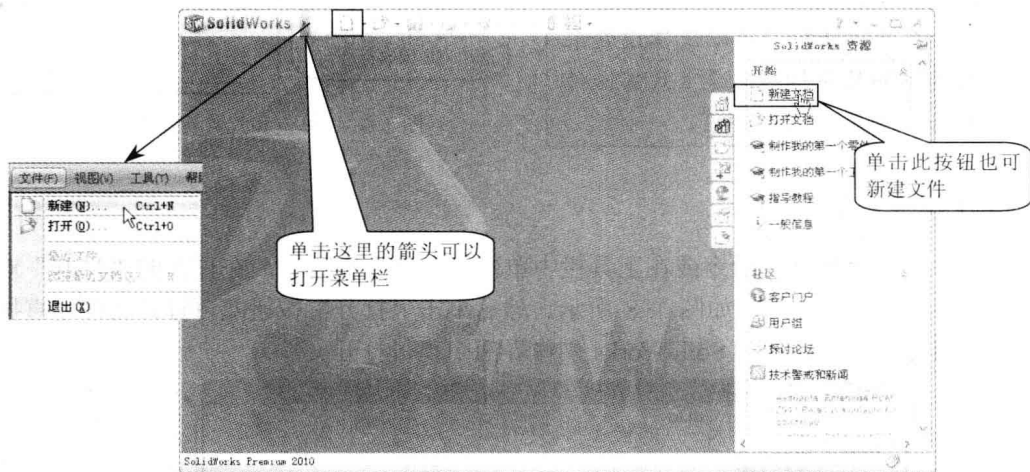

图 1-5 SolidWorks 2010 的启动画面和新建零件文件的操作
STEP 1 启动 SolidWorks 2010 后，系统将显示如图 1-5 所示的操作界面，单击“新建”按钮，或者选择“文件”→“新建”命令，均可新建文件。